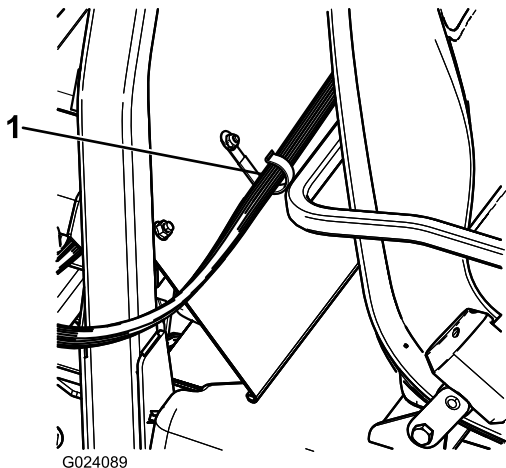

図 22
2. Jクリップ個を助手席の後ろ 図 22 に取り付ける ボルト $\frac{1}{4} \times \frac{1}{2}$ "1本とフランジナット $\frac{1}{4}$ "1個を使用する。
3. Jクリップを使って、コントロールコンソールのハーネスを、コンソールとROPSカバーに固定する (図 22)。